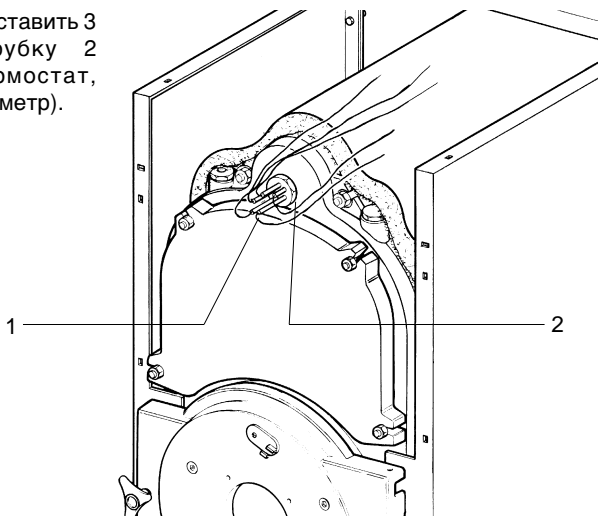

Рис. 17
4.14 (Рис. 17) Размотать капилляры, вставить 3 датчика 1 в специальную трубку 2 (регулируемый термостат, предохранительный термостат, термометр).